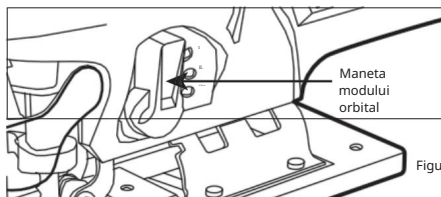

Figura 2
(16). Vezi figura 2 de mai jos.